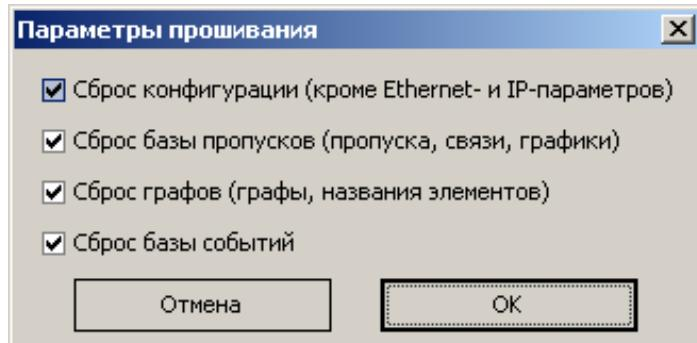

Рисунок 24
7. Появится окно параметров прошивания (Рисунок 24). Выбрать все параметры и нажать «OK».